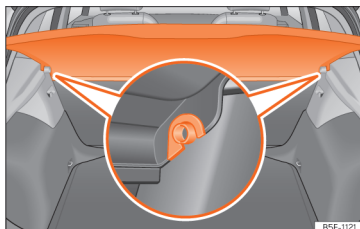

Abb. 138 Im Gepäckraum: Gepäckraumabdeckung aus- und einbauen.
- Drücken Sie die Abdeckung aus den Seitenhalterungen »» Abb. 138 aus, indem Sie diese nach oben ziehen und herausnehmen.
- Führen Sie die Abdeckung horizontal ein, so dass das „Hufeisen“ über den Achsen der Halter »» Abb. 138 liegt und drücken Sie die Abdeckung nach unten, bis sie einrastet.